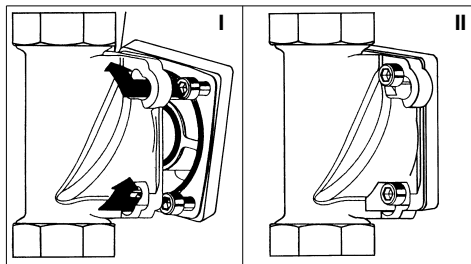

Fig. 3 : Bride rotative avec baïonnette
- Présentez le filtre de protection à rétrolavage sur la bride rotative de manière à ce que les têtes de vis traversent les alésages à baïonnette (cf. fig. 3 I).
- Tournez la filtre de protection à rétrolavage dans le sens horaire jusqu'à la butée (cf. fig. 3 II).